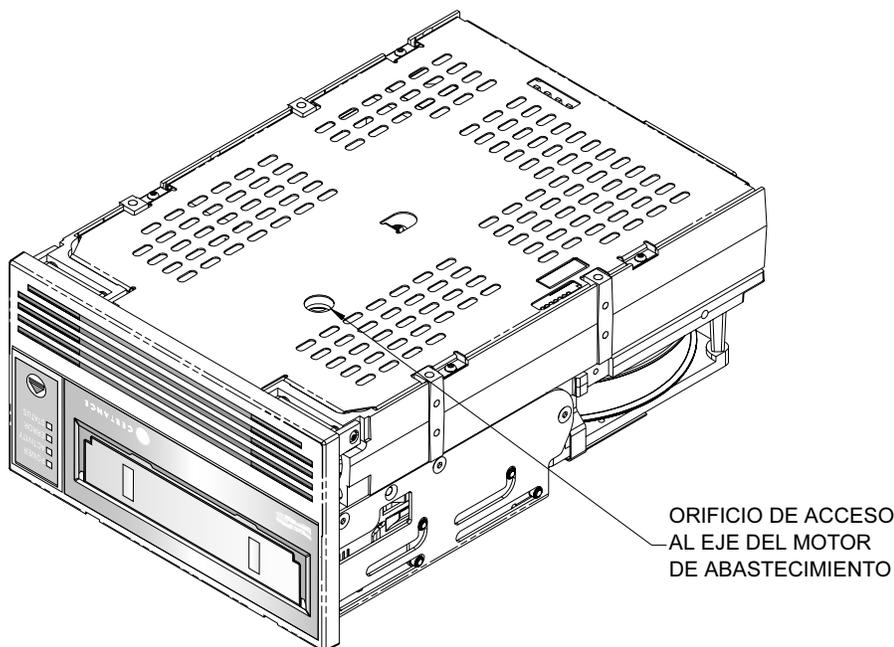

Figura 25. Lado inferior de las unidades LTO-1 y LTO-2 mostrando el orificio de acceso al motor de abastecimiento
4. Inserte la llave hexagonal de 1,5 mm a través del orificio en la placa inferior, como se muestra en la Figura 25 en la página 85. Gire la llave hexagonal en el sentido de las manecillas del reloj suave y lentamente para rebobinar la cinta en el cartucho. Esto puede tomar algún tiempo.